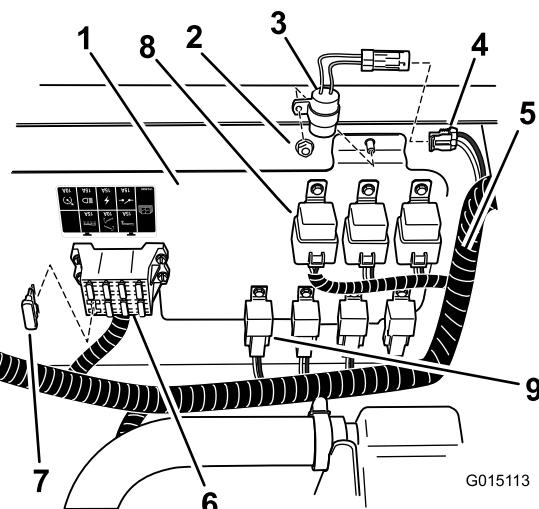

Figura 26
2. Localice el temporizador de retardo entre las piezas sueltas e instálelo en la posición mostrada (Figura 26) con una contratuerca.
3. Localice el conector del arnés principal marcado "delay timer" (temporizador de retardo). Conecte el temporizador al arnés principal en este punto (Figura 26).
4. Instale un fusible de 40 amperios en la ranura abierta del bloque de fusibles, según se muestra en (Figura 26). Si ya existe un fusible de menor amperaje en la ranura, retírelo y sustitúyalo por el fusible de 40 amperios.